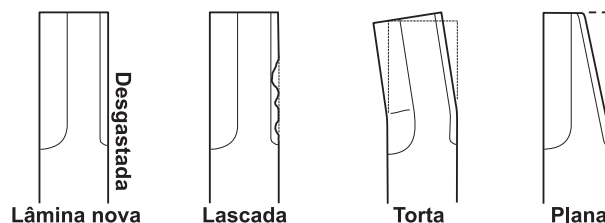

Fig. 33
1 Verifique se a lâmina (S) está lascada, torta ou desgastada. (Veja a fig. 33)